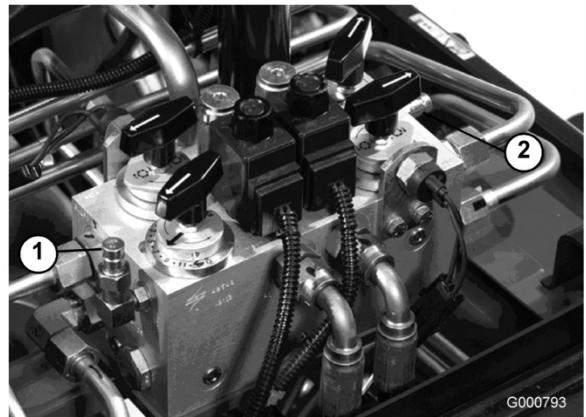

図 68
2. テストポートB (図 68) は、前カッティングユニットの油圧回路の故障探究用です。
3. テストポートC (図 68) は、後カッティングユニットの油圧回路の故障探究用です。